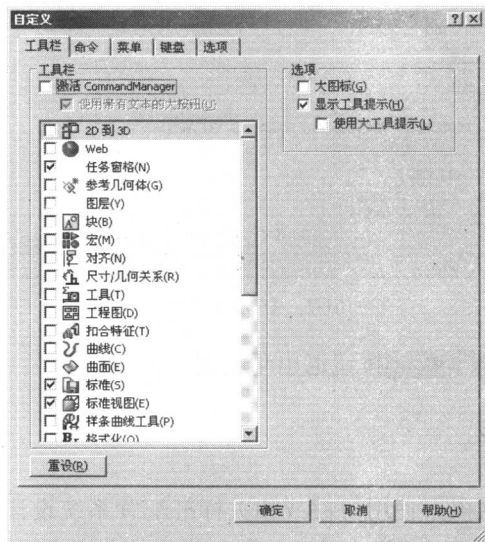

图1-6 【自定义】对话框
(1) 打开零件、装配体或工程图文件。
(2) 在【工具】主菜单中选取【自定义】选项或在工具栏区域单击鼠标右键，在弹出的快捷菜单中选择【自定义】选项，打开如图 1-6 所示的【自定义】对话框。